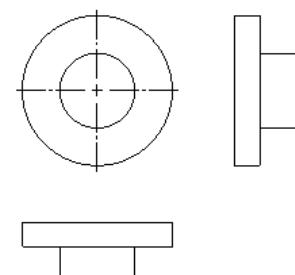

图 8-13 生成零件标准三视图
- (6) 单击【打开】按钮，生成零件标准三视图，如图 8-13 所示。